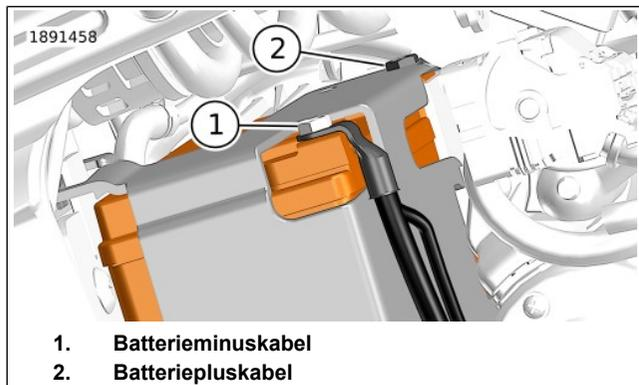
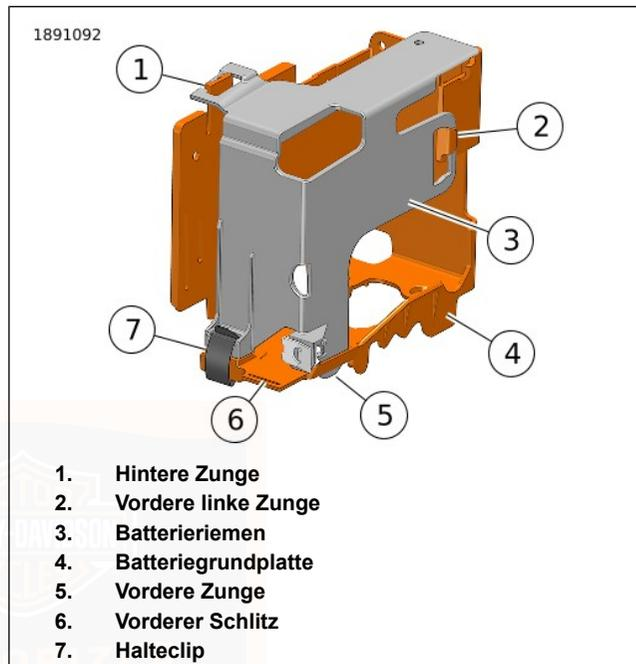

Abbildung 67. Batterieanschlüsse
Abbildung 68. Batterieriemen und -grundplatte: (Zur besseren Sicht ausgebaut)
- b. Den WSS-Steckverbinder (1) abziehen.
- c. Die Verkabelung aus den Haltern (2) entfernen.
- d. Den Motoröl-Messstab (3) entfernen.
- g. **Falls erforderlich:** Den Kabelbinder (5) durchschneiden und entsorgen.
6. Siehe Abbildung 67. Trennen Sie das negative Batteriekabel (1).
7. Siehe Abbildung 68. Den Batterieriemen abnehmen.
- a. Den Sicherungsclip (7) entfernen.
- b. Die hintere Zunge (1) vom Batterieriemen (3) zur Batteriegrundplatte (4) abklemmen.
- c. Die vordere linke Zunge (2) vom Batterieriemen zur Batteriegrundplatte abklemmen.
8. Siehe Abbildung 67. Das Batteriepluskabel (2) abklemmen.
Siehe Abbildung 68. Batterie in Batteriegrundplatte einbauen.
2. Siehe Abbildung 67. Das Batteriepluskabel (2) an den Pluspol der Batterie anschließen. Festziehen.
3. Den Batterieriemen (3) anbringen.
- b. Die vordere linke Zunge (2) vom Batterieriemen zur Batteriegrundplatte anschließen.
- c. Die hintere Zunge (1) vom Batterieriemen zur Batteriegrundplatte anschließen.
- d. Den Halteclip (7) schließen.
4. Siehe Abbildung 67. Das Batterieminskabel (1) an den Minuspol der Batterie anschließen. Festziehen.